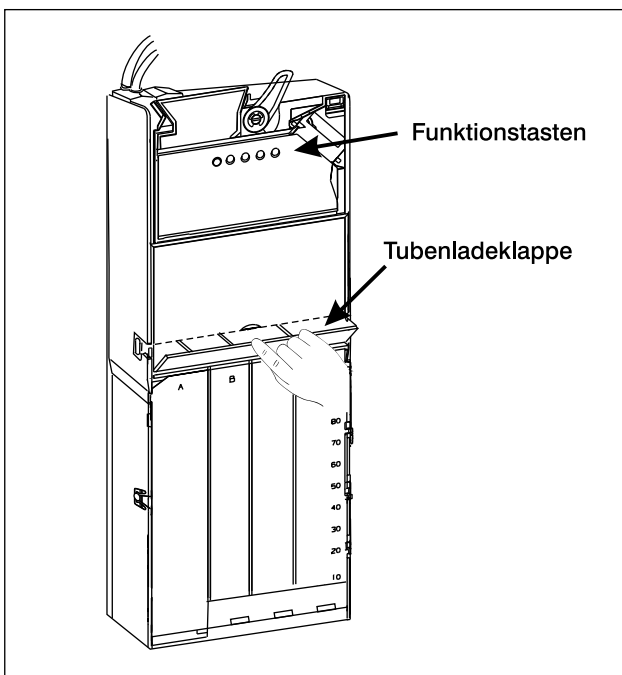

Abbildung 4
9. Ist die Tubenladeklappe nicht verriegelt (optional), können die vier Tuben manuell befüllt werden (siehe Abb. 4). Bei geöffneter Klappe die vier Tuben befüllen. Stellen Sie sicher, dass alle Münzen flach in den Tuben liegen und dass jede Tube mindestens zu 20% gefüllt ist. Lassen Sie aus jeder Tube mindestens zwei Münzen auszahlen, um die Tubenzähler zu setzen. Sollen diese Münzen jedoch im Audit erscheinen, so rufen Sie den Displaymodus auf (siehe Teil 3, Abschnitt "Displaymodus") und befüllen die Tuben über den Münzeinwurf des Münzprüfermoduls.